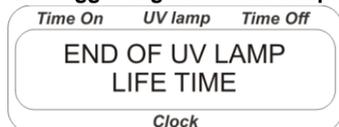

Fig. 7 Messaggio di termine della durata della/e lampada/e UV
- 4.13. Dopo 8000 ore di funzionamento, sul display comparirà il messaggio "END OF UV LAMP LIFE TIME" (Fig. 7). Le lampade UV devono essere sostituite (seguire le istruzioni indicate nel paragrafo 6.7 Manutenzione tecnica)